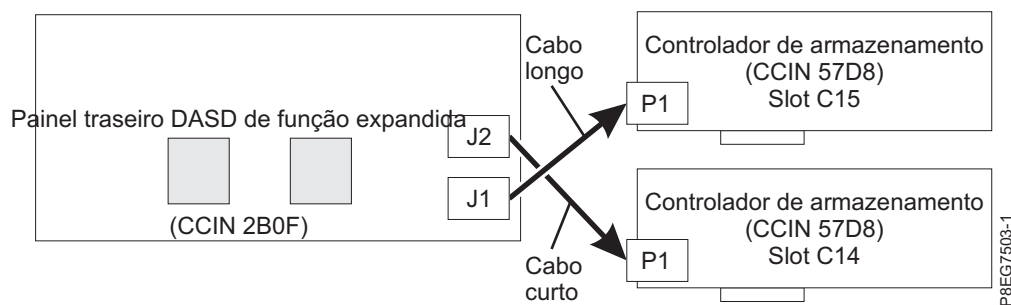

Figura 20. Reconectando o cabo SAS em uma configuração de função expandida
- O cabo SAS longo conecta o conector do painel traseiro da unidade de disco inferior (J1) ao conector P1 no adaptador interno SAS RAID no slot P1-C15. Veja a Figura 20.